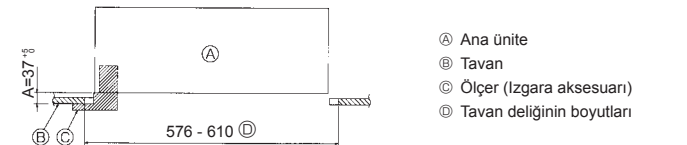

Fig. 4-6
3. Ana ünite tavanındaki montaj deliğiyle hizalanamıyorsa, montaj levhasındaki bir yarık vasıtasıyla ayarlanabilir. (Fig. 4-6)